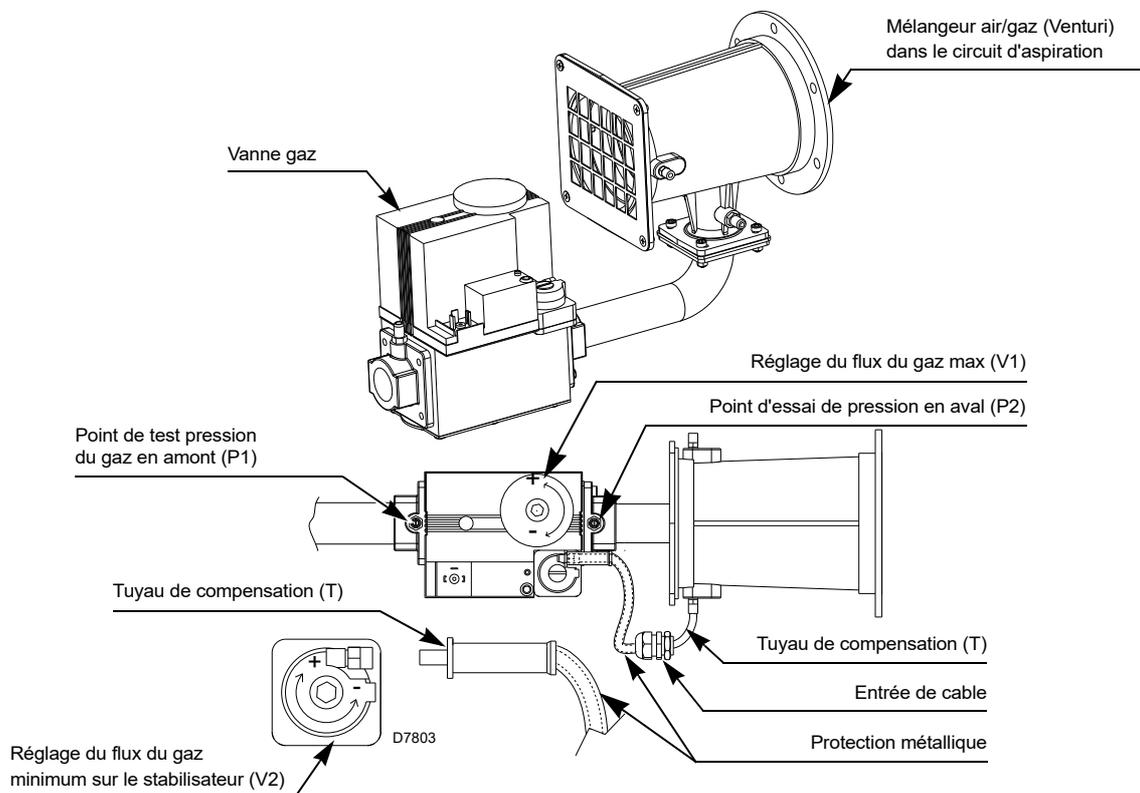

Fig. 23
Pour varier le débit maximum de gaz intervenir sur la vis V1 (Fig. 23 à la page 27).
Pour varier le débit minimum du gaz tourner la vis V2 sur la vanne gaz (Fig. 23 à la page 27).
- purger l'air du tuyau du gaz moyennant la vis sur la prise (Fig. 23 à la page 27);